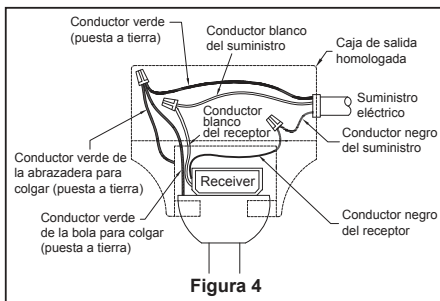

Figura 4
3. Una vez realizadas las conexiones, gire los conductores hacia arriba y, con cuidado, colóquelos dentro de la caja de salida; con los conductores blancos y verdes hacia un lado y los conductores negros hacia el otro. (Figura 4)